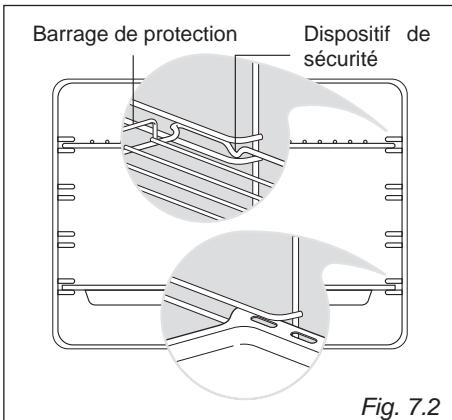

Fig. 7.2
- Faire glisser sur les guides la grille et la lèchefrite fig. 7.2.